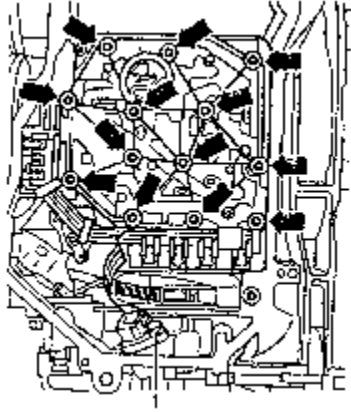

图 7-141 安装阀体
(9) 安装阀体。先用手拧紧阀体的螺栓，然后交叉地从外侧至内侧将螺栓拧紧至 $5\text{N}\cdot\text{m}$ 。按照图 7-141 整理扁状导线，整理时不要弯折或扭转导线。将导线的薄膜插头插入变速箱壳体内并且拧紧螺栓 1。